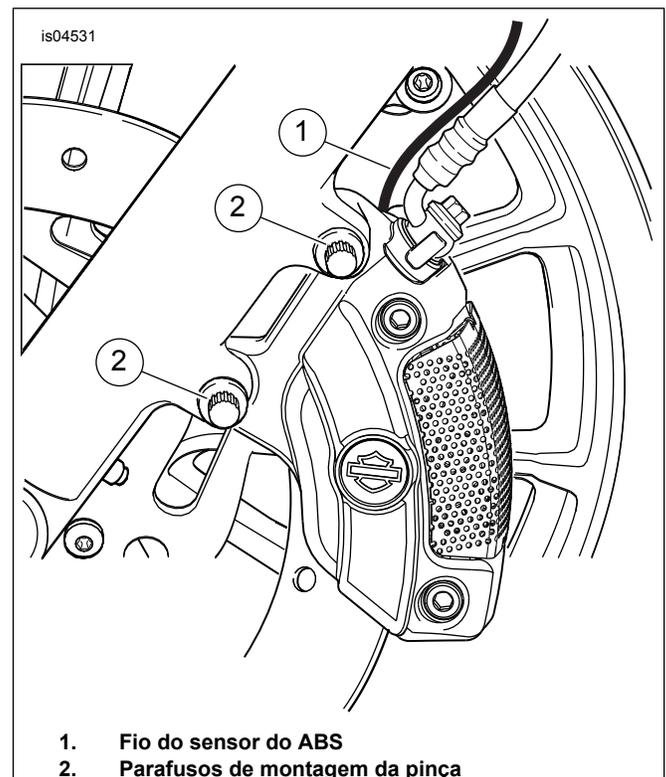

Figura 1. Pinça e parafusos de montagem
3. Veja a Figura 1. Vire o guidom totalmente para a direita. Do lado esquerdo, siga o fio do sensor do ABS (1) da pinça do freio até a carenagem e desconecte-o.